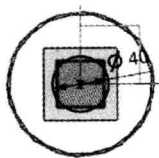

图 1.2.5 草图 1
Step6. 创建图 1.2.5 所示的草图 1。选择下拉菜单 **插入(S) → 在任务环境中绘制草图(V)** 命令；选取基准平面 1 为草图平面；进入草图环境绘制草图。绘制完成后单击 **完成草图** 按钮，完成草图 1 的创作。
所示的艺术样条曲线特征 1 和图 1.2.5 所示的草图 1 为扫掠的引导线串，并分别单击中键确认。单击“扫掠”对话框中的 **< 确定 >** 按钮。完成扫掠特征 1 的创建。